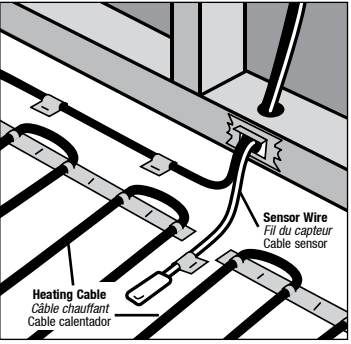

Fig. 2
- Pull sensor wire into ECB and secure to the floor. See Figure 2. The sensor must not cross or overlap any other cable on the floor AND must be embedded in the cementitious based mortar in the same manner as the heating cables.
- Tirer sur le fil du capteur dans le boîtier et le fixer au plancher (voir la figure 2). Le fil ne doit pas croiser ni passer par-dessus un autre fil ou câble sur le plancher ET doit être encastré dans le mortier à base de ciment de la même façon que les câbles chauffants.
- Tire el cable del sensor en el ECB (caja de conexiones eléctricas) y asegúrelo al piso. Ver Figure 2. El sensor no debe cruzar ni montarse sobre ningún otro cable en el piso y debe estar incrustado en la argamasa de cemento del mismo modo que los cables de calor.